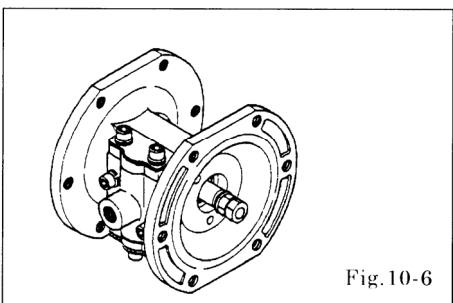

Fig.10-6
- ・ダブルナットを使用して反対側のナットを外し、センターディスク、ダイアフラムを外す。[Fig.10-6]